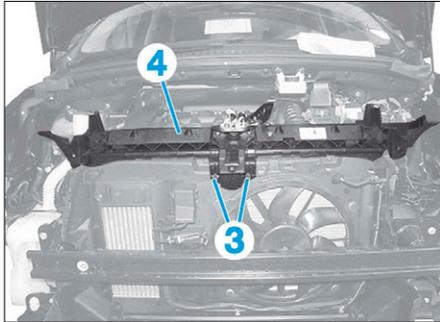

FIG. 8
- les vis (3) de la traverse intérieure (Fig.8),
- la traverse intérieure (4),